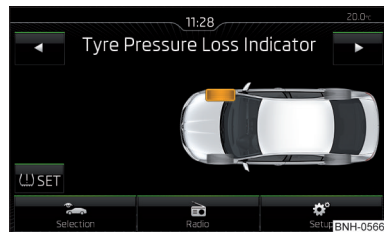

Fig. 127
- ▶ Atingeți suprafața de comandă funcții (⏏) SET » fig. 127.
Când lampa de control (⚠) se aprinde în panoul de bord, pe Infotainment se poate afișa anvelopa afectată » fig. 127.